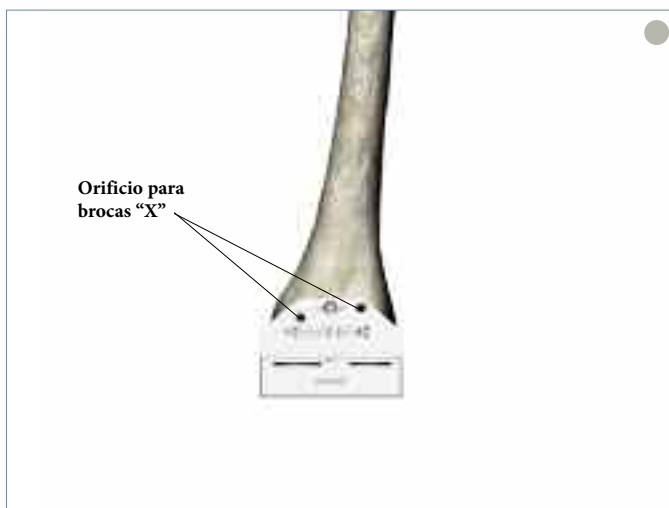

Figura 9
- Una vez fijada la guía de resección en la posición correcta, se extrae la guía de alineación. Libere la guía de resección de la guía de alineación, al presionar y girar la perilla de bloqueo 1/4 de vuelta en sentido antihorario. Retire la barra intramedular y la guía de alineación femoral distal, dejando la guía de resección femoral distal en la posición correcta (Figura 9).